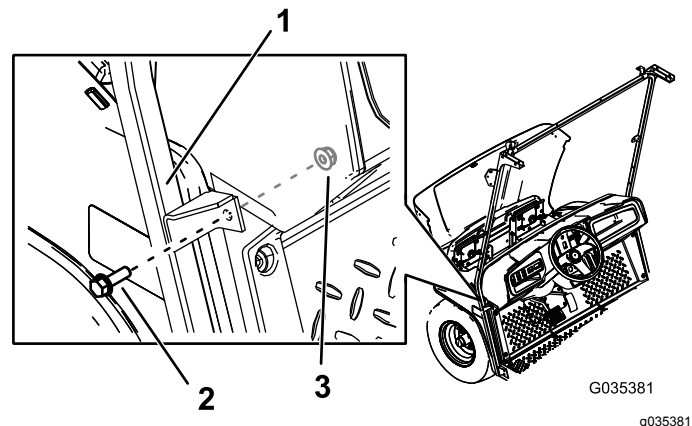

Bild 5
4. Befestigen Sie die mittlere Halterung der Windschutzscheibenstütze mit zwei Sechskantschrauben mit Flansch (5/16" x 1") und zwei Muttern (5/16") in den Bohrlöchern an der Maschine (Bild 5).